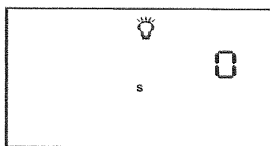

Abb. 6–11 LED-Hintergrundbeleuchtung-Einstellungsbildschirm
- Auf dem Standby- oder Überwachungsbildschirm die rechte Benutzer-Taste drücken, bis der LED-Hintergrundbeleuchtung-Einstellungsbildschirm angezeigt wird (siehe Abb. 6–11).